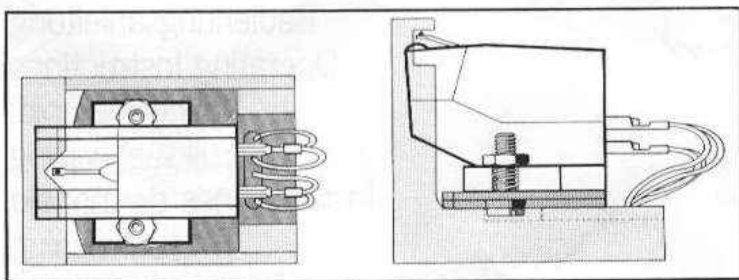

Fig. 7
- Die Montage ist korrekt, wenn die Abtastnadel – von oben betrachtet – in der V-förmigen Aussparung der Systemeinhaulehre steht. Von der Seite betrachtet, muß die Nadel im Bereich der rechteckigen Aussparung stehen (Fig. 7).